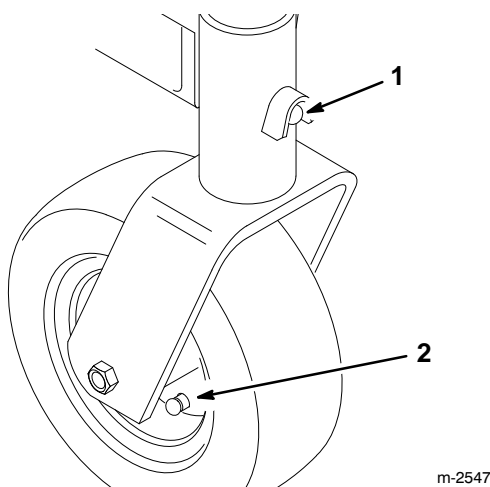

Figure 24
3. Graisser les fourreaux du châssis porteur et les roues pivotantes, par les graisseurs (Fig. 24).